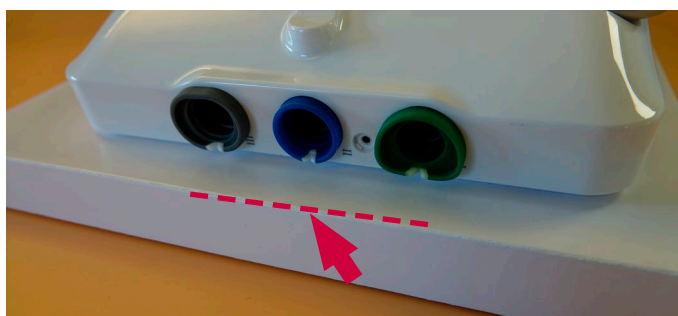

Рис. 30. Начало установки задней крышки на стороне с цветными кольцами
- с) Установите на место заднюю крышку корпуса, начав монтаж со стороны, на которой расположены цветные кольца (рис. 30)